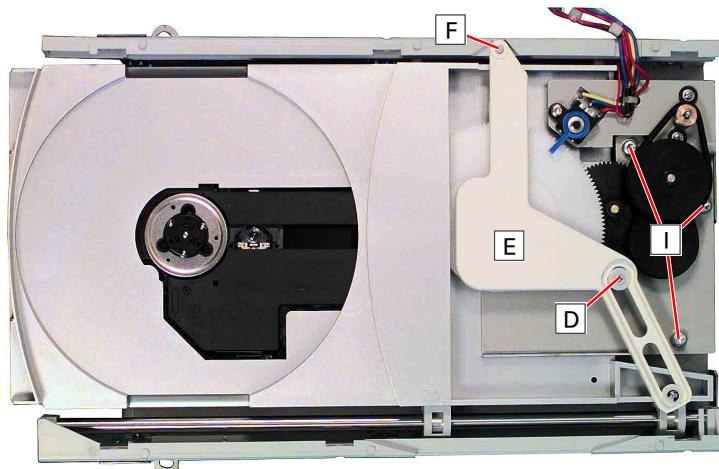

Fig. 6
- Schraube D herausschrauben und den Hebel E aus der Rastung F ausrasten (Fig. 6).
- 3 Schrauben I (Fig. 6) herausschrauben und Motoreinheit herausnehmen.
- Undo screw D and unhinge lever E from the hinge F (Fig. 6).
- Undo 3 screws I (Fig. 6) and take out the Motor Unit.